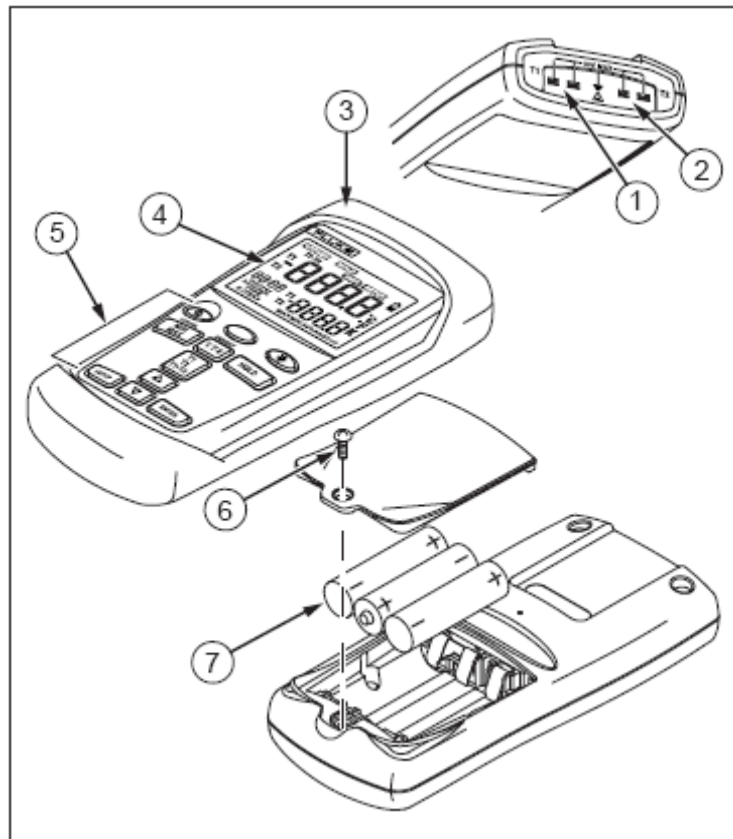

Figura 1. Componente
- Figura 1 și Tabelul 3 pentru descrierea componentelor.